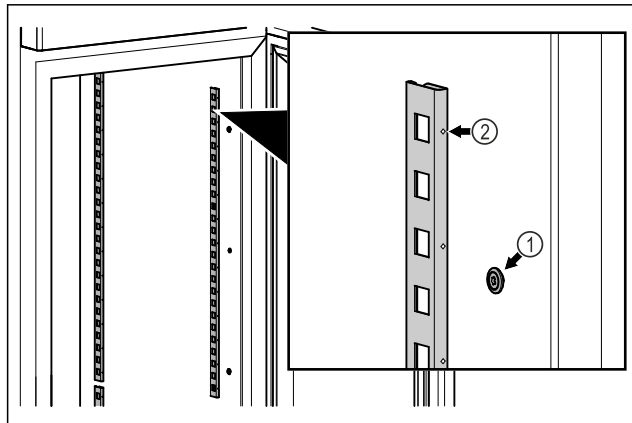

Fig. 83 Exempel
- ▶ Haka fast haklisterna i upphängningen Fig. 83 (1). Markeringen Fig. 83 (2) måste peka framåt.